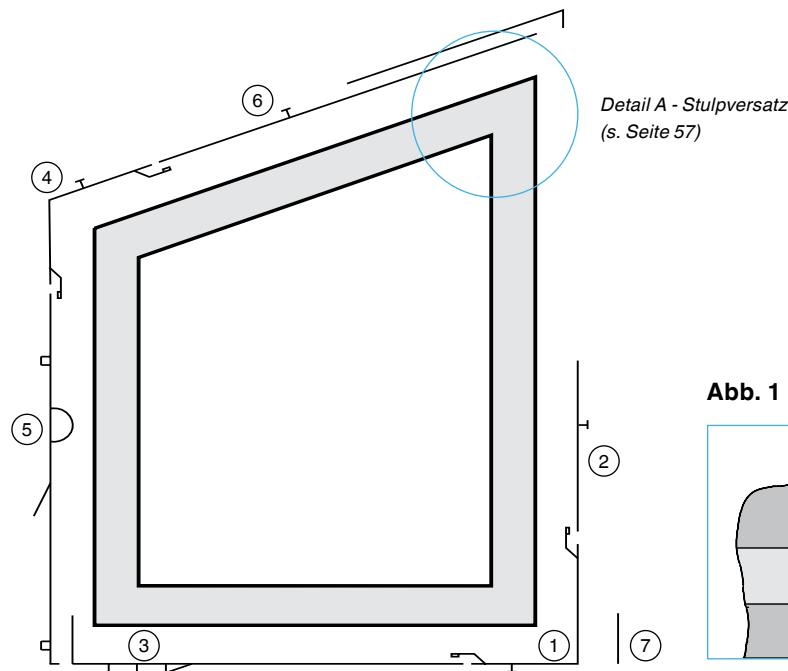

Abb. 1
1. Ecklagerbandlehre (Nr. 21562/21564) aufstecken und vorbohren (s. S. 19/ Abb. 1)
2. **Endverschluss** ① einlegen (ab FFH über 800 mm mit Mittelverschluss ② koppeln)* und verschrauben.
3. **Eckumlenkung für Rundbogen** ③ ablängen / verlängern und gemeinsam mit Eckumlenkung verschrauben (Abb. 1).
4. **Eckumlenkung für Schrägenfenster** ④ montieren.
5. **Getriebe** ⑤ ablängen und gemeinsam mit Eckumlenkungen verschrauben.